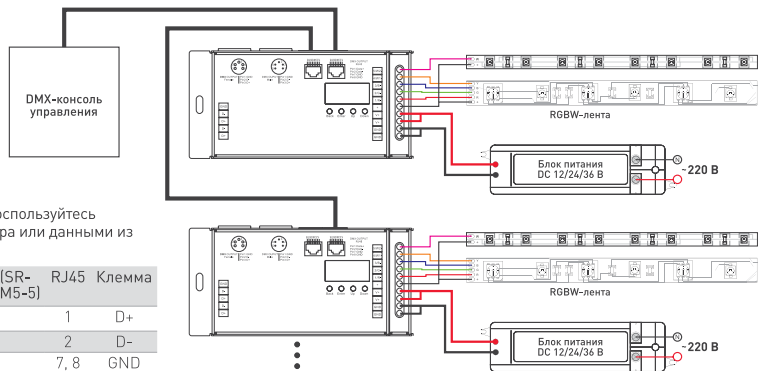

Рис. 2. Схема подключения декодера.
- 3.3. Выполните подключение декодера в соответствии со схемой Рис. 2, и маркировкой на корпусе декодера.